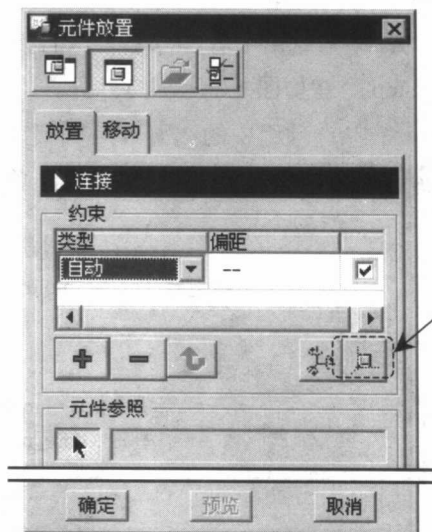

图 1.5 “元件放置”对话框
Step5. 系统弹出如图 1.5 所示的“元件放置”对话框, 单击约束按钮, 将参照模型按默认放置, 单击**确定**按钮。